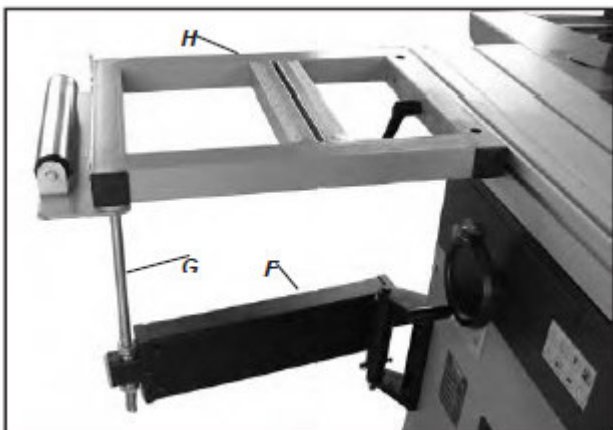

Abb.6-6: Montage des Schwenkarms und des Querschnittstisches
1. Montieren Sie den Schwenkarm (Abb. 6-6, Pos. F) an der Sägeeinheit und halten Sie den Schwenkarm in horizontaler Position.
2. Setzen Sie die Halterung des Querschnittstisches (Abb. 6-6, Pos. G) auf die Schwenkarmbaugruppe und ziehen Sie die Kontermuttern handfest an.
4. Montieren Sie den Querschnittstisch (Abb. 6-6, Pos. H) auf der Schiebepatte, arretieren Sie ihn mit dem Ratschenhebel und halten Sie den Querschnittsanschlag auf gleicher Höhe wie die Schiebepatte.